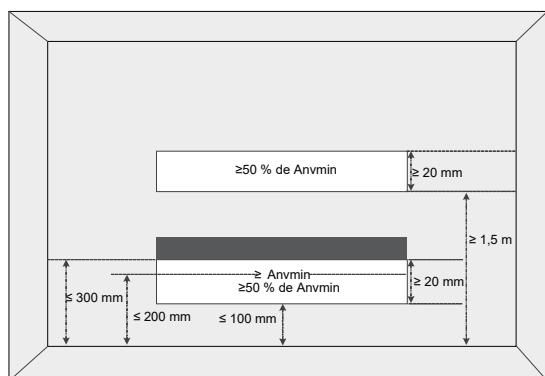

Figure 1-2
- La surface de la pièce (A) est définie comme la surface de la pièce délimitée par la projection à la base des murs, des cloisons et des portes de l'espace dans lequel l'appareil est installé.
- La superficie des pièces adjacentes, situées à un même étage, reliées par une ouverture permanente dans les murs et/ou les portes entre les espaces occupés, y compris les espaces entre le mur et le plancher, peut être considérée comme une seule pièce lors de la détermination de la conformité à l'Amin, à condition que toutes les conditions suivantes soient réunies comme indiqué sur la Figure 1-2.
- ① L'ouverture ne doit pas être inférieure à 0,0123 m2 (Anvmin).
- ② La surface des ouvertures situées à plus de 300 mm du sol n'est pas prise en compte pour déterminer la conformité à l'Anvmin.
- ③ Au moins 50 % de la surface ouverte de l'Anvmin doit être située à moins de 200 mm du sol.
- ④ Le bas de l'ouverture ne se trouve pas à plus de 100 mm du sol.
- ⑤ L'ouverture est une ouverture permanente qui ne peut être fermée.
- ⑥ La hauteur de l'ouverture n'est pas inférieure à 20 mm.
- ① L'ouverture ne doit pas être inférieure à 0,0062 m2 (50 % de Anvmin).
- ② L'ouverture est une ouverture permanente qui ne peut être fermée.